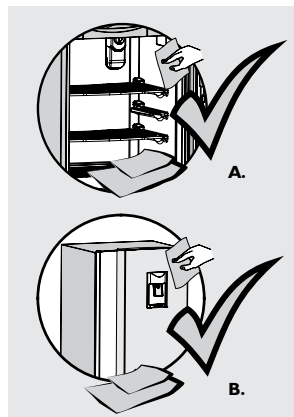

Figura 50
**INTERIOR:** Para eliminar residuos secos dentro del refrigerador, use un paño humedecido en agua con jabón neutro y luego limpie nuevamente con un paño humedecido con agua. (Figura 50, numeral A).
**EXTERIOR:** Use un paño no abrasivo humedecido en agua con jabón neutro, luego enjuague con agua, finalmente use un paño seco. (Figura 50, numeral B).